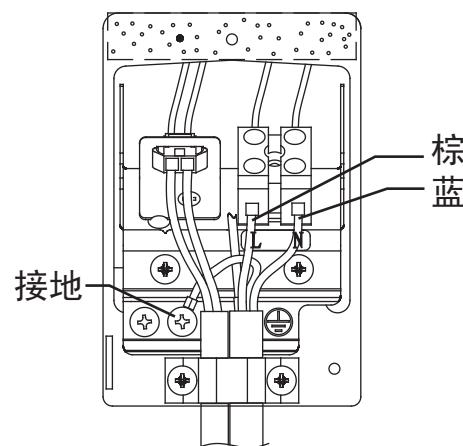

图23-2
- (2) 将连接电缆分别按图23-2正确的牢固连接。
- (3) 必须将黄/绿线接至带有“ $\ominus$ ”标志处的接地螺钉上。
- (4) 用连接线压板将连接电缆用螺钉紧固。
- (5) 完成接线后将接线排盖板重新安装。